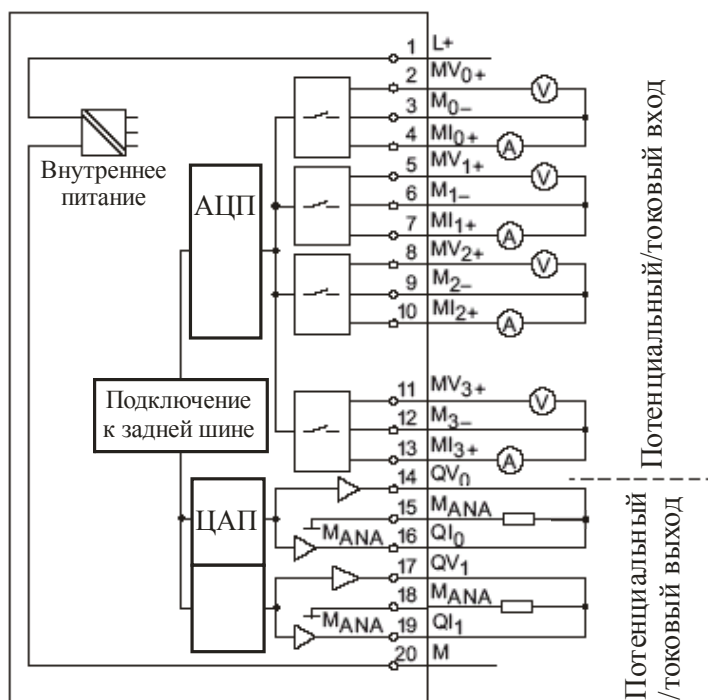

Рис. 1.4. Принципиальная схема аналогового модуля ввода/вывода SM334 AI4/AO2x8bit
**Аналоговый модуль ввода/вывода SM334** (рис. 1.4) не требует параметризации. Установка вида подачи входного сигнала (сигнал напряжения или токовый) и вида вывода обеспечивается путем подключения в соответствии со схемой рис. 1.4.